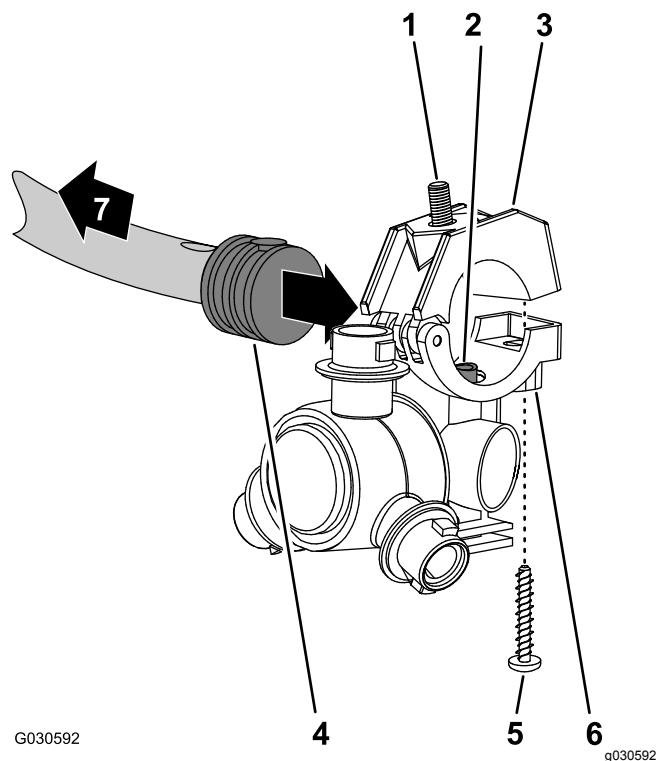

Figura 77
1. Lavorando con l'ugello dell'irroratrice che avete rimosso al passaggio 12 Rimozione dei flessibili degli ugelli dell'irroratrice per il sistema a 3 sezioni (pagina 34), allineate il tubo di trasferimento sulla sella di un ugello dell'irroratrice (Figura 77) con il foro sul lato del portagomma dentellato singolo ($\frac{1}{2}$ ").
2. Chiudete la metà superiore della fascetta attorno al portagomma dentellato e fissate la metà della fascetta e il corpo dell'ugello dell'irroratrice (Figura 77) con la vite in acciaio inox (n. 12 x $1\frac{1}{4}$ '); serrate la vite in acciaio inox a 226–282 N·cm.